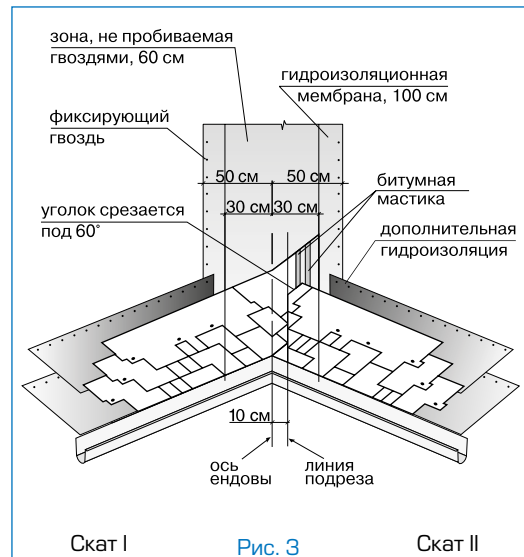

Рис. 3
**Ендова (рис. 3)**
- на прилегающем скате (II) вдоль оси ендовы на расстоянии 30 см от нее отбивается линия;
- лист, подходящий к ендове со ската II, должен доходить до линии подрезки и обрезаться по ней. Верхний уголок обрезанного края листа подрезается под углом 60° (5 x 3 см — рис. 3);